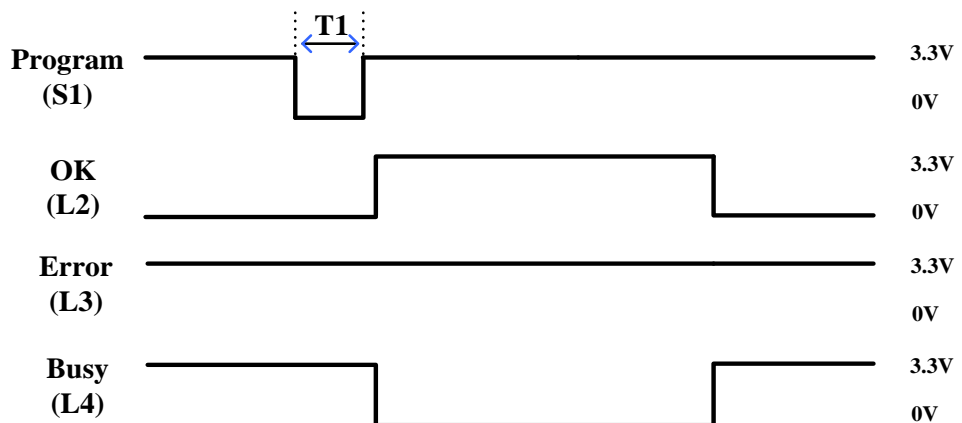

图 4-3c
自动烧录控制讯号时序图，烧录成功如下图 4-3c
- 2) 可持续对 OK(L2) Pin 进行查询，若从高脉冲变低脉冲，如上图 4-3c，则代表烧录成功；